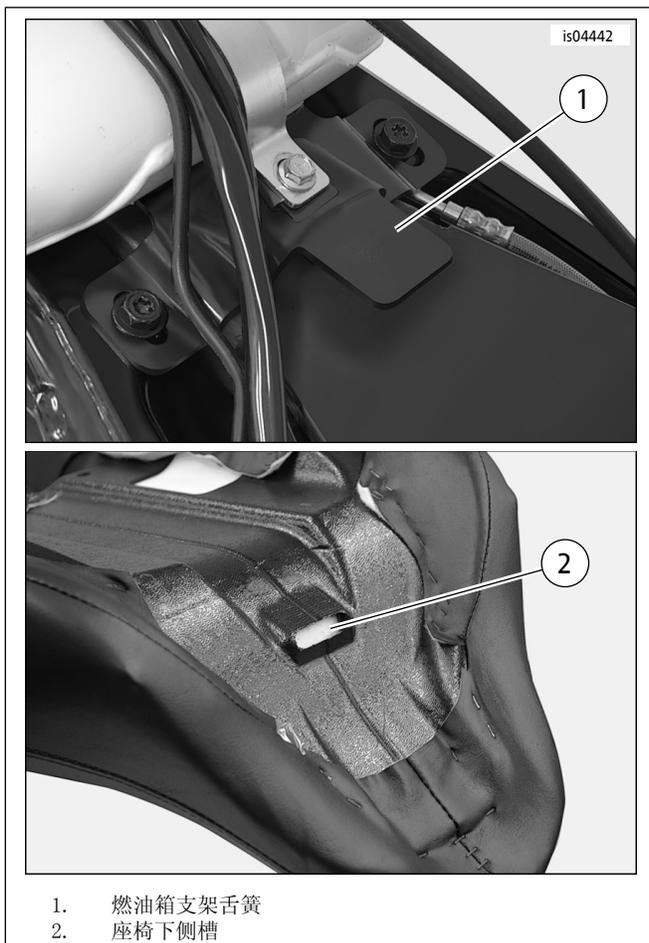

图5。座椅前底架
9. 参见图5。安装后，从前面滑动座椅后部穿过扣带，直至座椅下侧前部的槽(2)位于燃油箱后支架上的座椅安装舌簧(1)之后。